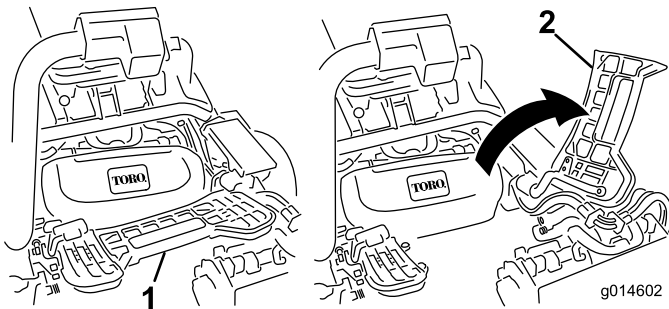

Bild 11
- Wenn Sie das mittlere Mähwerk installieren, heben Sie es an der Fußplattform an und schwenken es nach oben, damit Sie Zugang zur Stellung des mittleren Mähwerks haben (Bild 11).